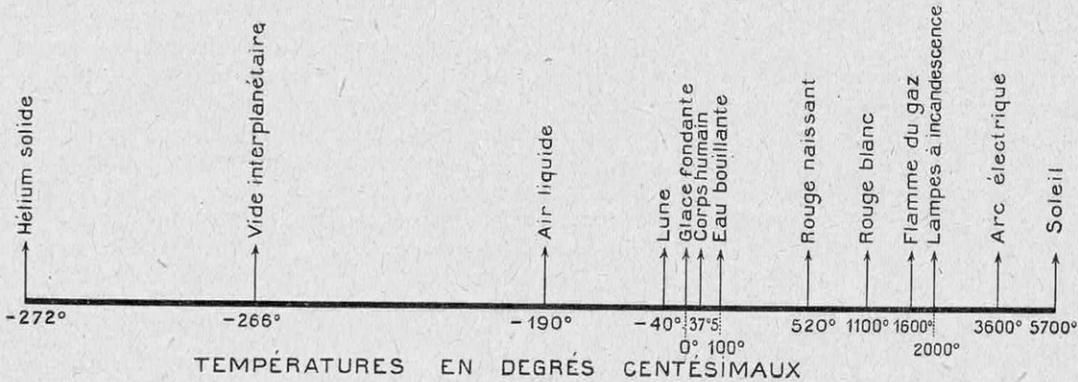

FIG. 9. — LES TEMPÉRATURES EXTRÊMES DU SYSTÈME SOLAIRE
Cette température doit être considérée comme une température infiniment basse, dont nous pouvons nous rapprocher, mais qu'il nous est impossible d'atteindre. La figure 9 représente, suivant une échelle convenable (2), les températures réalisables sur Terre et la température du Soleil :